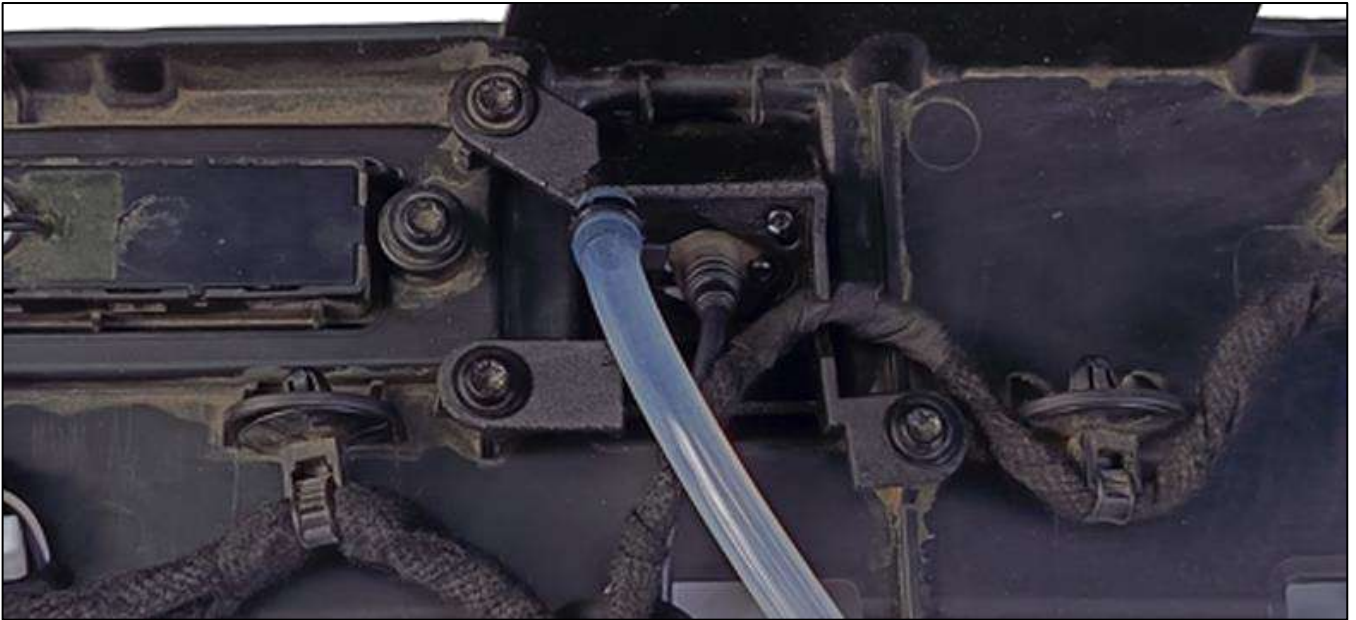

Рисунок 4
- установить кронштейн с камерой в посадочное место в панели, зафиксировать штатными саморезами (рис.4);